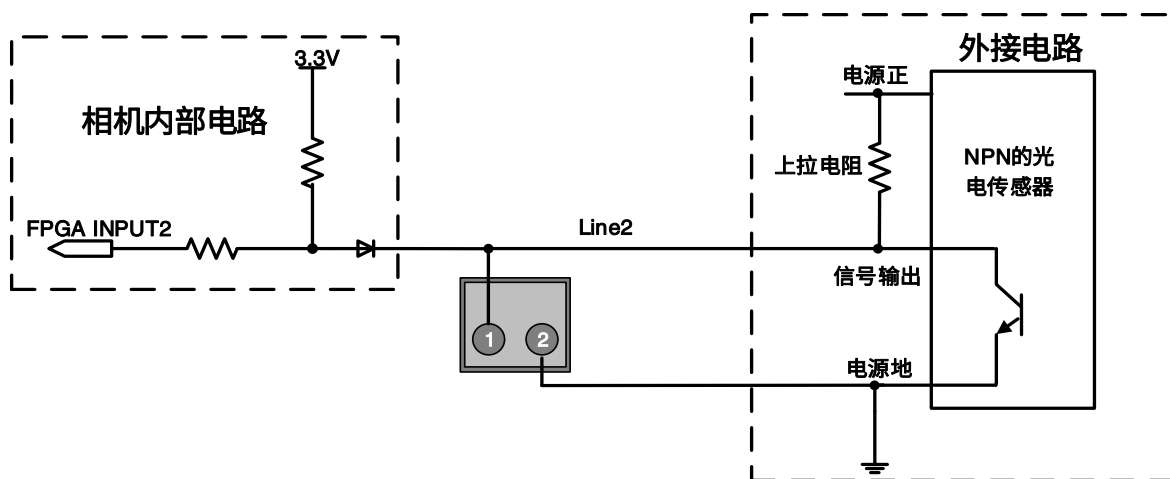
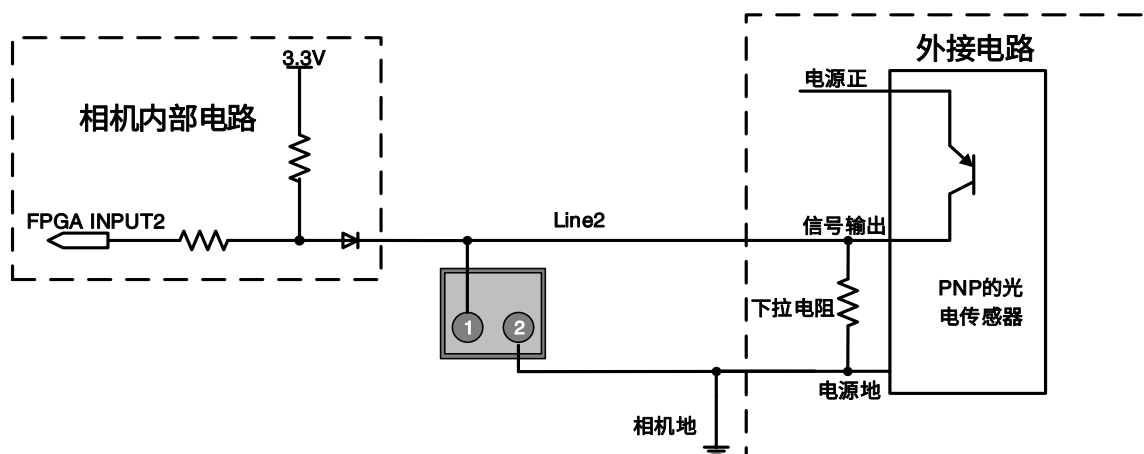

图 7-23 NPN 型光电传感器连接到 Line2 输入电路
图 7-24 PNP 型光电传感器连接到 Line2 输入电路
- Line2 输入高电平时，输入电流小于 100 μ A；Line2 输入低电平时，输入电流小于-1mA。Line2 和 NPN 型、PNP 型光电传感器的连接方法见图 7-23 和图 7-24。上拉电阻阻值和外接电源电压的关系见表 7-12